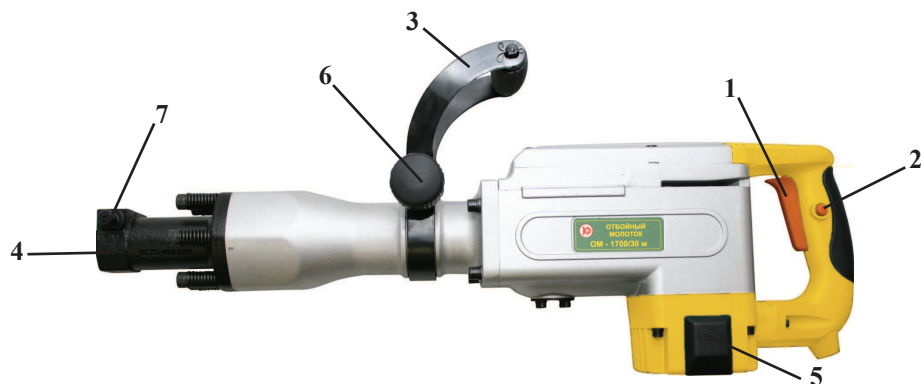

рис. 1
Общий вид молотка схематично представлено на рис. 1:
- открутите фиксирующий винт 6 (рис. 1);
- зафиксируйте рукоятку винтом 6 (рис. 1).
- установите и плотно затяните боковую рукоятку 3 (рис. 1);
8.3 Оттяните на себя фиксатор рабочего инструмента 7 (рис. 1) вставьте рабочий инструмент, так чтобы он зафиксировался в патроне молотка, отпустите фиксатор 7 (рис. 1). После